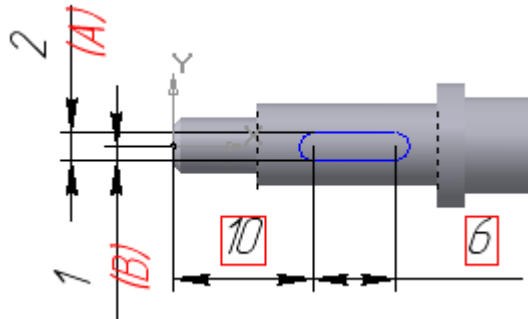

Рисунок 5.23 – Нанесення розмірів
12. Тепер спробуйте змінити значення ширини паза, ви побачите, що координата положення не зміниться згідно з введеним рівнянням, паз завжди буде центрований щодо осі обертання. Встановіть наступні значення розмірів (рис. 5.23).